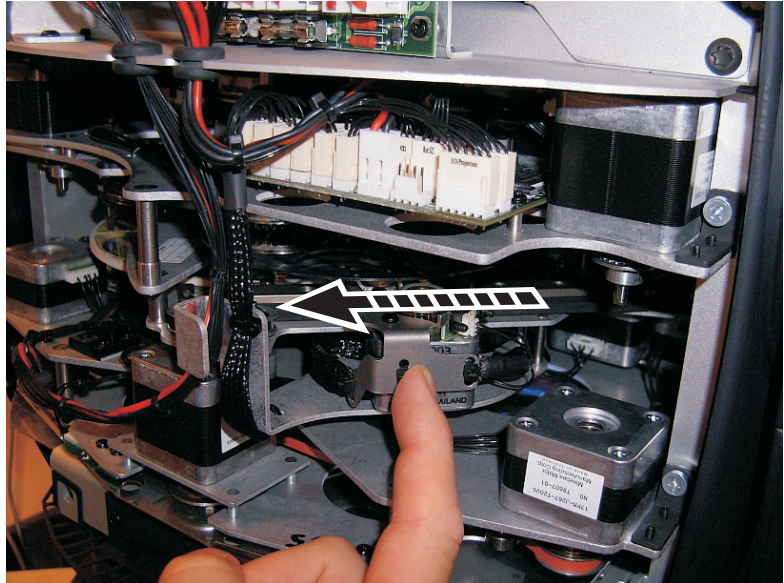

Bild 25: Zugriff auf das Animationsrad
3. Siehe Bild 25. Fahren Sie das Animationsrad durch Drehen seines Antriebsrades in die obere Position.
2. Bringen Sie das Animationsrad durch Drehen der Antriebswelle in die obere Position (siehe Bild 25 auf Seite 46). Das Animationsrad ist aus Glas. Üben Sie keinen Druck aus, da das Rad dadurch brechen kann. Derartige Schäden sind nicht von der Garantie gedeckt.